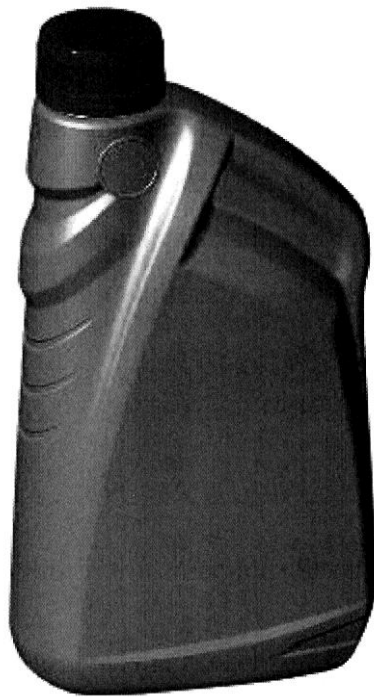

Fig.1
- Fig. 1** – butelka w widoku perspektywicznym pojemnik w widoku z boku,